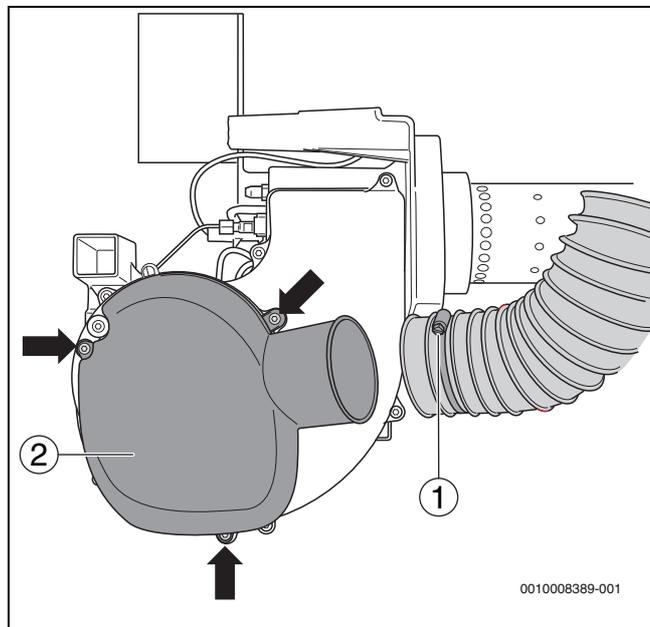
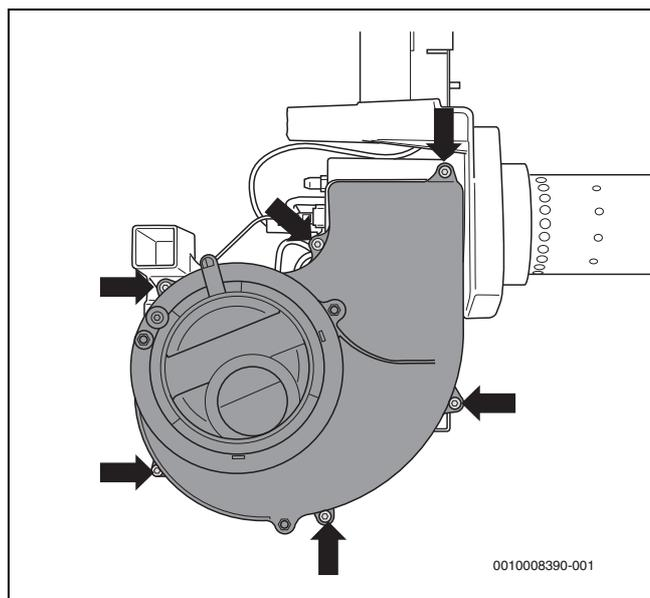

Bild 31 Ansaugschalldämpfer demontieren
Bild 32 Gebläseradabdeckung demontieren
- ▶ Spezialschlauchselle (→Bild 31, [1]) der Verbrennungsluftzufuhr für raumluftunabhängigen Betrieb lösen.
- ▶ Befestigungsschrauben (→Bild 31, [Pfeile]) lösen und den Ansaugschalldämpfer (→Bild 31, [2]) abnehmen.
- ▶ Sechs Befestigungsschrauben (→Bild 32, [Pfeile]) lösen und die Gebläseradabdeckung abnehmen.
- ▶ Gebläseradabdeckung (→ Bild 32, Seite 22) und Ansaugschalldämpfer (→ Bild 31, Seite 22) wieder montieren.
- ▶ Spezialschlauchselle (→Bild 31, [1], Seite 22) lösen und Ansaugschlauch abziehen (nur bei 18-49 kW).